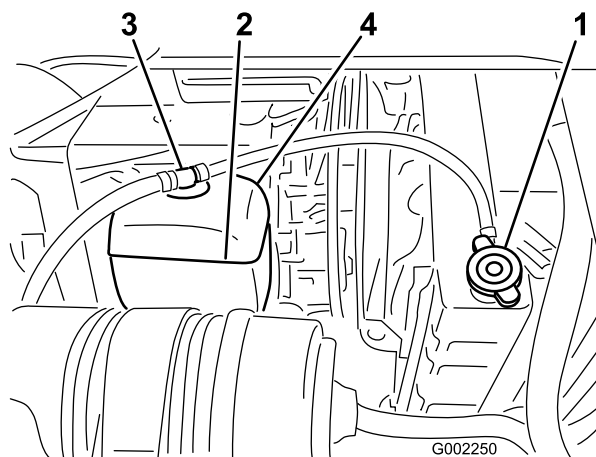

図 54
2. エンジンが十分に冷えているのを確認してラジエターのキャップを開ける（図 54）。